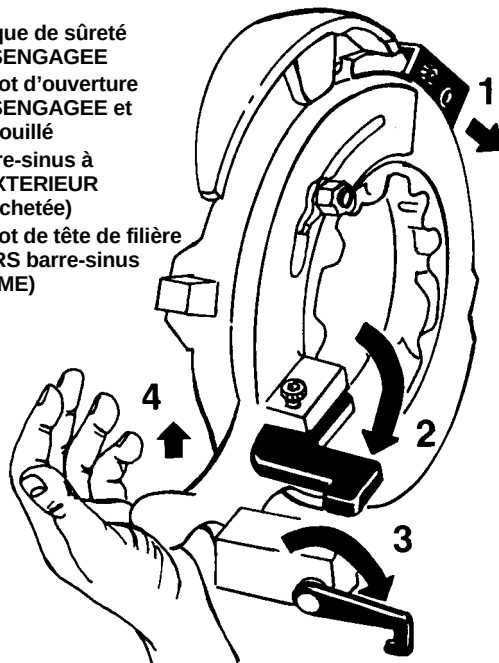

Figure 12 – Réglage des têtes de filière à ouverture
1. Retirez la vis du sabot d'ouverture qui se trouve sur le pivot du sabot. Décrochez le ressort du sabot d'ouverture. Tournez le sabot pour le retirer du pivot jusqu'à ce que son percement s'aligne sur le trou de vis du pivot. Réintroduisez la vis jusqu'à ce qu'elle s'engage dans le sabot d'ouverture (Figures 12 & 16).
2. Positionnez la plaque de sûreté (Figures 12 & 16).
3. Poussez la barre-sinus jusqu'à l'extrémité droite du chariot et tournez le crochet de la barre-sinus jusqu'à ce qu'il s'engage dans le trou en bout du chariot (Figures 12 & 16).
4. Avec la tête de filière rabaissée, soulevez la poignée de verrouillage de la plaque à cames jusqu'à ce que le levier d'ouverture (Figure 12, Etape 4) s'engage dans l'encoche.